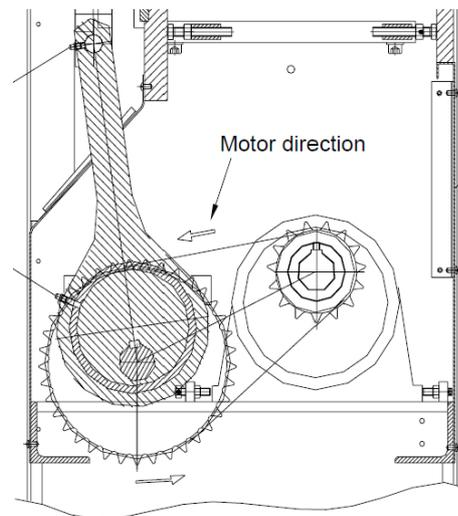

Fig. 10: dirección de rotación del motor
El sentido de giro debe coincidir con la ilustración en la Fig. 10.
Paso 5: reiniciar la máquina y el sentido de giro del motor prufen (s. fig. 10).